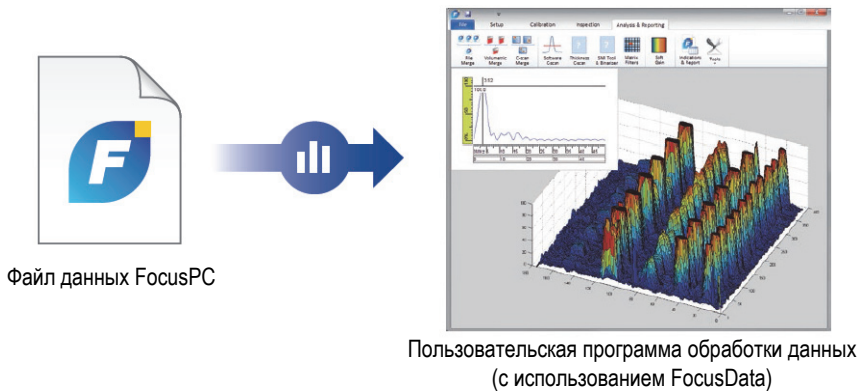

Рис. i-5 Отображение данных с помощью FocusData
- FocusData — еще один комплект средств разработки (SDK), который также включает образцы программы и полный исходный код. FocusData позволяет создавать пользовательские программы, используемые для извлечения исходных данных контроля с целью дальнейшей обработки и отображения (Рис. i-5 на стр. 18). Подробнее см. в разделе «FocusData SDK» на стр. 20.